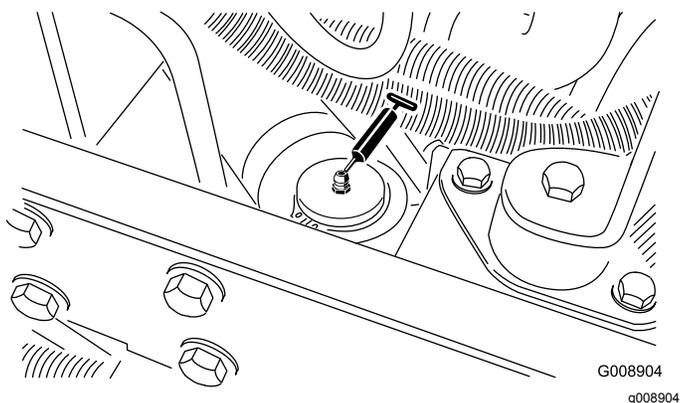

Рисунок 47
- Цилиндр рулевого механизма (Рисунок 47).